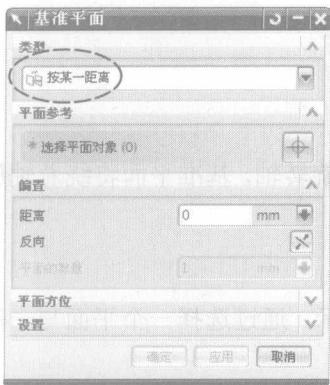
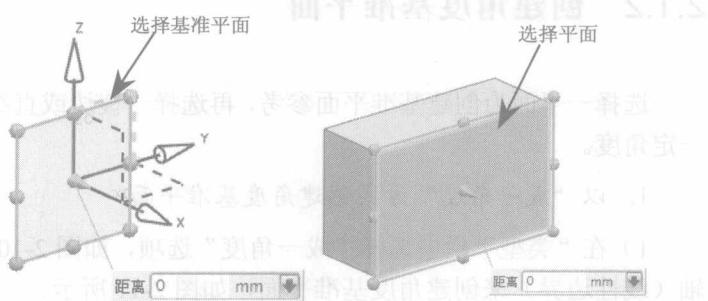

图 2-2 选择“按某一距离”选项
图 2-3 选择平面或基准平面作为参照
(1) 在“类型”栏中选择“按某一距离”选项作为基准平面创建的方法，如图 2-2 所示。选择一平面或基准平面作为参照，如图 2-3 所示。